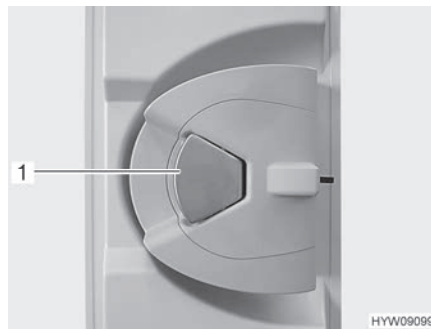

Bild 42 Türschloss (Eingangstür innen)
- Öffnen:** ■ Wenn das Türschloss verriegelt ist: Am Türgriff (Bild 42,1) einmal ziehen. Die Tür ist entriegelt.
- Am Türgriff (Bild 42,1) ziehen. Die Tür ist geöffnet.
- Verriegeln:** ■ Den Türgriff (Bild 42,1) drücken.